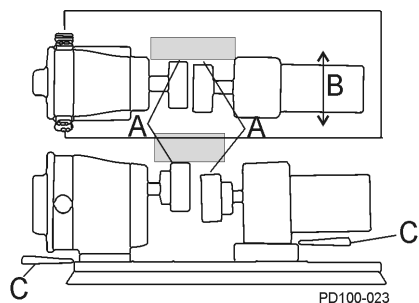

Figura 24 - Verificación de la alineación paralela
2. Usando un calibrador de espesores en la ubicación "A" en la Figura 24, determine la dirección y la cantidad de movimiento necesaria (Figura 24, artículo B).